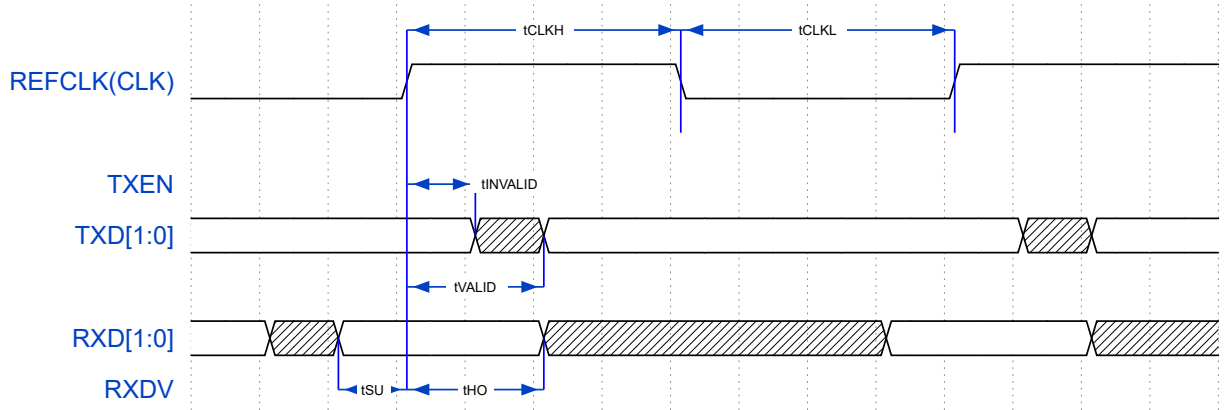

图 21: RMII 接口时序
4.13.1.1 RMII 接口 RMII 接口对应时序如图 21。